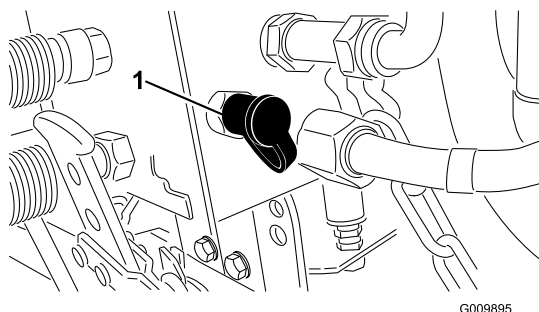

Figura 63
- Utilice el Punto de prueba N° 3 (Figura 63) para medir la presión del circuito de los molinetes.